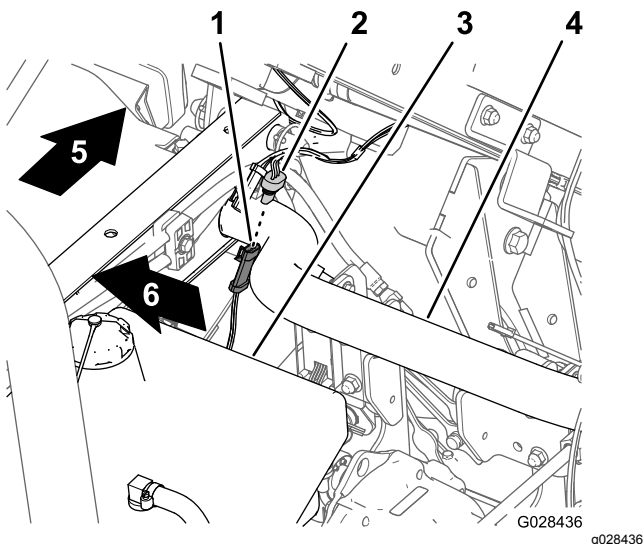

Figura 17
- Nel cablaggio preassemblato dell'irroratrice, individuate il connettore a 3 prese per il circuito del sensore di velocità (Figura 17).
2. Collegate il connettore a 3 pin del cablaggio preassemblato della macchina per il sensore di velocità nel connettore a 3 prese del cablaggio dell'irroratrice per il sensore di velocità (Figura 17).